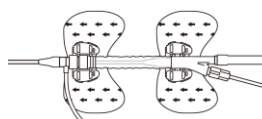

図 6. IABP 固定具使用による固定
- (9) シースキャップについての翼部および分岐部についての翼部を患者に縫合または IABP 固定具を用いて固定する。(図 6 参照) \*